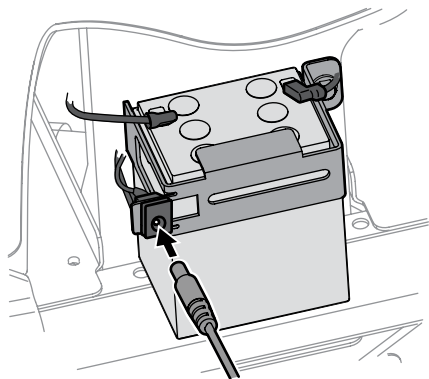

Figura 4-13
- Para este tractor, está disponible por separado una unidad de carga. Las instrucciones para el uso de esta función se adjuntarán al accesorio de carga de la batería. La unidad de carga se conecta justo al lado de la batería como se indica en la Figura 4-13. Para pedir el cargador de la batería, consulte la hoja del Suplemento sobre Piezas/Garantía.